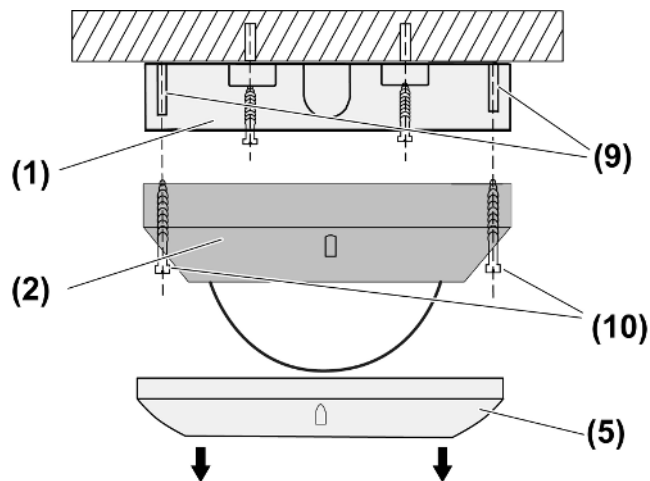
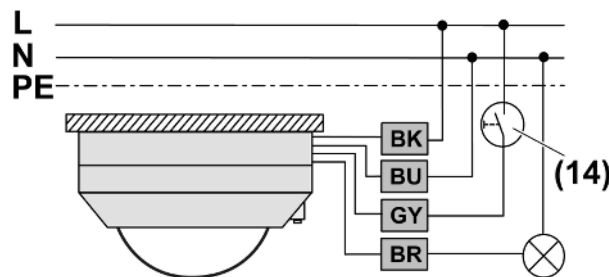
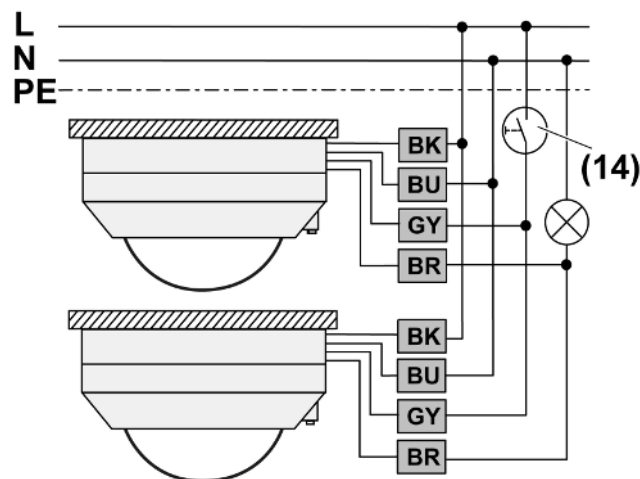

Bild 7: Montage
Bild 9: Anschlussplan Einzelgerät
Bild 10: Anschlussplan Parallelschaltung zur Erweiterung des Erfassungsfeldes
- (1) Anschlusskasten
- (2) Sensoraufsatz
- (5) Zierring
- (9) Befestigungsdome
- (10) Schrauben
- Zierring (5) abziehen (siehe Bild 7).
- Schrauben (10) lösen (siehe Bild 7).
- Sensoraufsatz nach Anschlussplan anschließen (siehe Bild 9) oder Sensoraufsätze nach Schaltplan parallel schalten (siehe Bild 10).
- Optional Taster (14) anschließen (siehe Bild 9) oder (siehe Bild 10). Dieser wird nur benötigt, wenn auch eine manuelle Bedienung gewünscht ist.
- i** Bei Einzelgeräten kann alternativ zum Taster (14) auch eine 2-Draht-Nebensstelle verwendet werden.
- Sensoraufsatz (2) mit Schrauben (10) und Befestigungsdomen (9) auf Anschlusskasten (1) schrauben (siehe Bild 7).